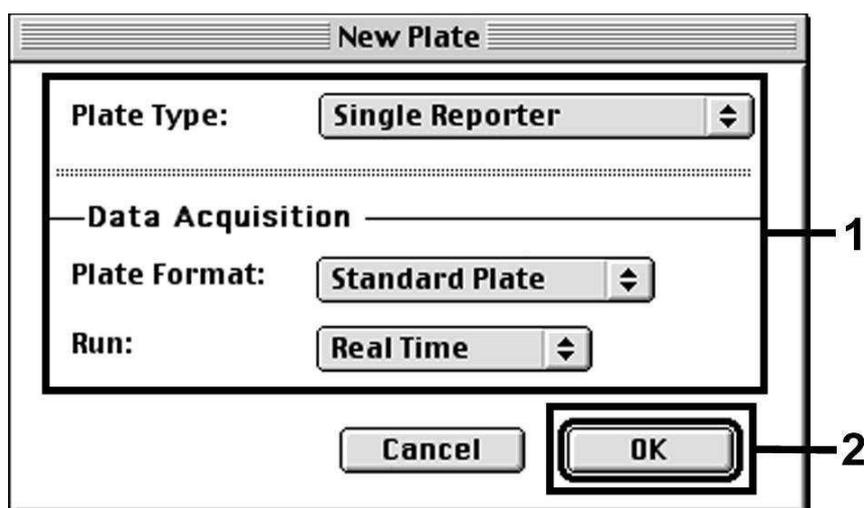

Abb. 9: Voreinstellungen bei der Erstellung eines neuen PCR-Laufs (*New Plate*).
Wählen Sie auf dem *ABI PRISM 7700 SDS* den unter *File* befindlichen Menüpunkt *New Plate* an und stellen Sie für das neue Dokument die folgenden Grundeinstellungen ein (siehe Abb. 9). Bestätigen Sie Ihre Eingaben (OK).